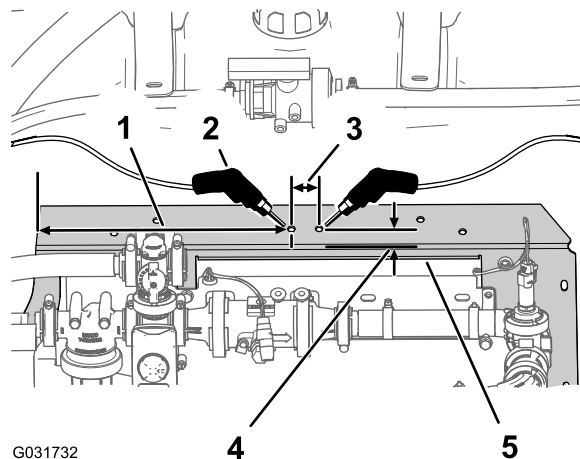

Рисунок 228
2. От задней кромки крепления коллектора отмерьте 19 мм вперед и сделайте отметку карандашом (Рисунок 228).
4. От накерненной отметки отмерьте вправо 32 мм и сделайте отметку карандашом (Рисунок 228).
5. От задней кромки крепления коллектора отмерьте 19 мм вперед и сделайте отметку карандашом (Рисунок 228).
7. Просверлите в месте каждой из накерненных отметок на креплении коллектора отверстие сверлом диаметром 8 мм (Рисунок 228).
1. От верхней левой кромки крепления коллектора отмерьте вправо расстояние 381 мм и сделайте отметку карандашом (Рисунок 228).